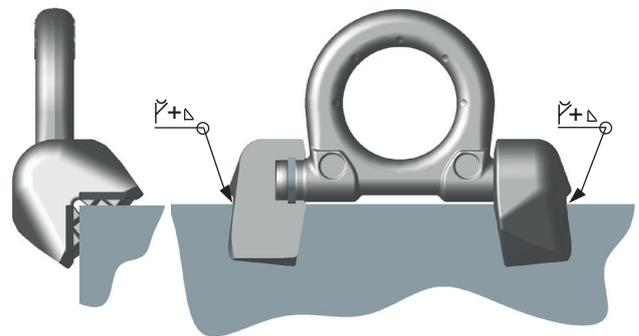

Abb. 3: Schweißnaht
10. Schweißen Sie im Anschluss die Decknähte. Beginnen Sie an der Innenseite. Die beschriebene Schweißreihenfolge muss zwingend eingehalten werden. Entnehmen Sie dazu sowohl Nahtart als auch Nahtgröße aus Abbildung 3 und Tabelle 2.